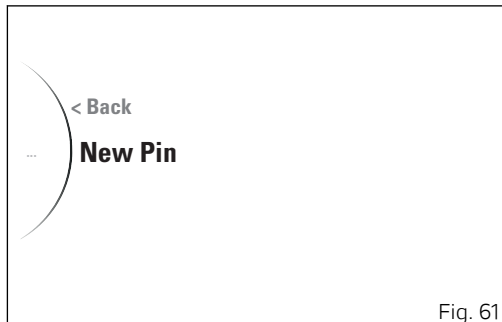

Fig. 61
- Sélectionner l'option « New Pin » (Fig. 61) et appuyer sur le bouton ENTER.